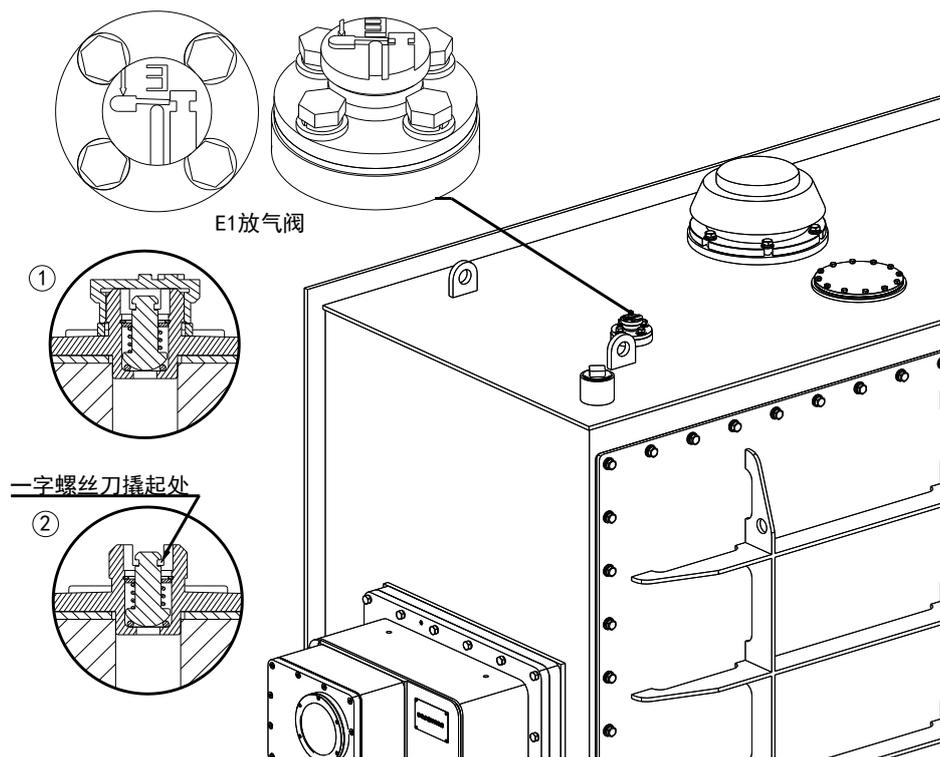

图 9-1 放气阀
- 用螺栓刀缓慢撬起阀杆给分接开关油箱放气直至内部油流出。(见图 9-1)